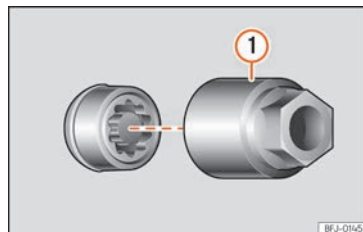

Abb. 225 Diebstahlhemmende Radschraube mit Abdeckkappe und Adapter
- Setzen Sie den Spezialadapter » » (Abb. 225) ① (Bordwerkzeug » » S. 311) bis zum Anschlag in die diebstahlhemmende Radschraube ein.